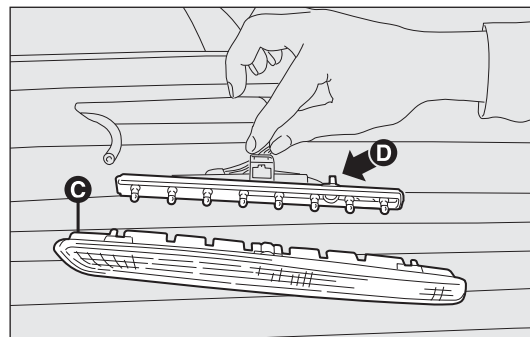

fig. 172
3ª LUZ DE FRENO fig. 172
- ☐ presione en los dispositivos de bloqueo y extraiga el grupo transparente C-fig. 172;
- ☐ comprima las aletas en sentido contrario D-fig. 172 retire el portalámparas;